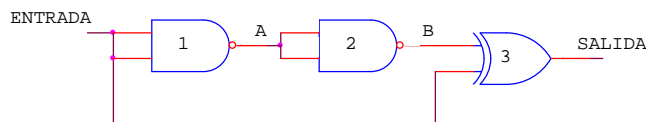

Figura 1
El circuito de la figura 1 está realizado con puertas de la familia 4011B alimentadas a 5V. La salida de dicho circuito está conectada a un sistema digital con una capacidad de entrada $C_{in}=40\text{pF}$. Sabiendo que cada entrada de las puertas XOR y NAND tiene una capacidad de entrada: $C_{inXOR}=20\text{pF}$ y $C_{inNAND}=15\text{pF}$, respectivamente, se pide:
2. En el circuito de la figura 1, suponiendo que las puertas tuvieran unos tiempos de propagación de $t_{p1}=t_{p2}=30\text{ns}$ y $t_{p3}=10\text{ns}$, represente en el siguiente cronograma la evolución temporal de la salida a partir de la señal de entrada.